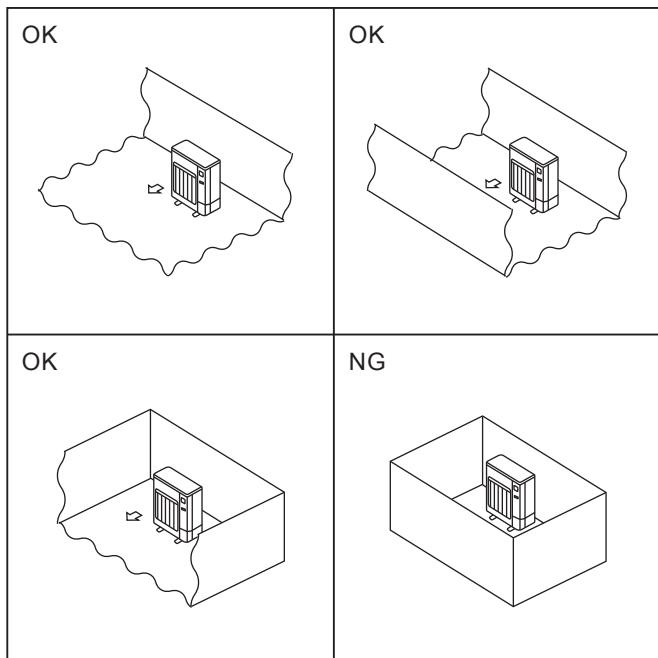

Fig. 2-2
- ◎ Installer udendørsenheder på et tilstrækkeligt stort område, hvor mindst én af enhedens fire sider ikke er blokeret, og hvor der ikke er fordybninger. (Fig. 2-2)